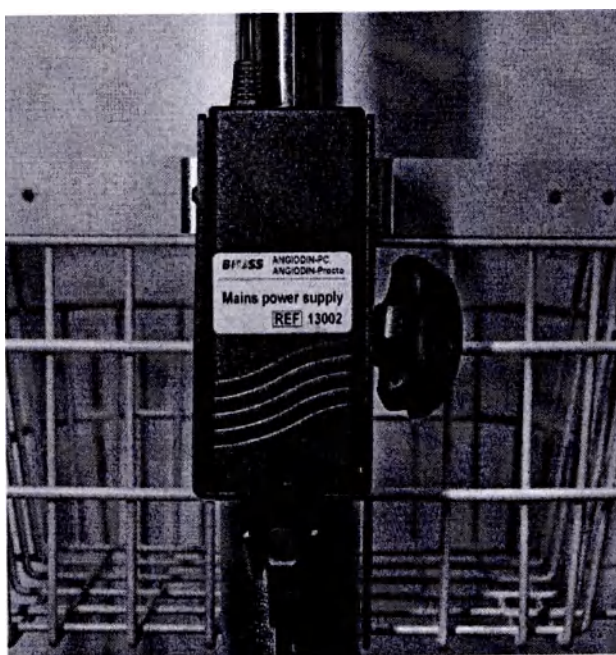

Рисунок 2.7. Установка внешнего источника питания в держатель
- б) Подключите кабель 220 В к блоку питания, установите источник питания в кронштейн как показано на рисунке (см рис.2.7.).